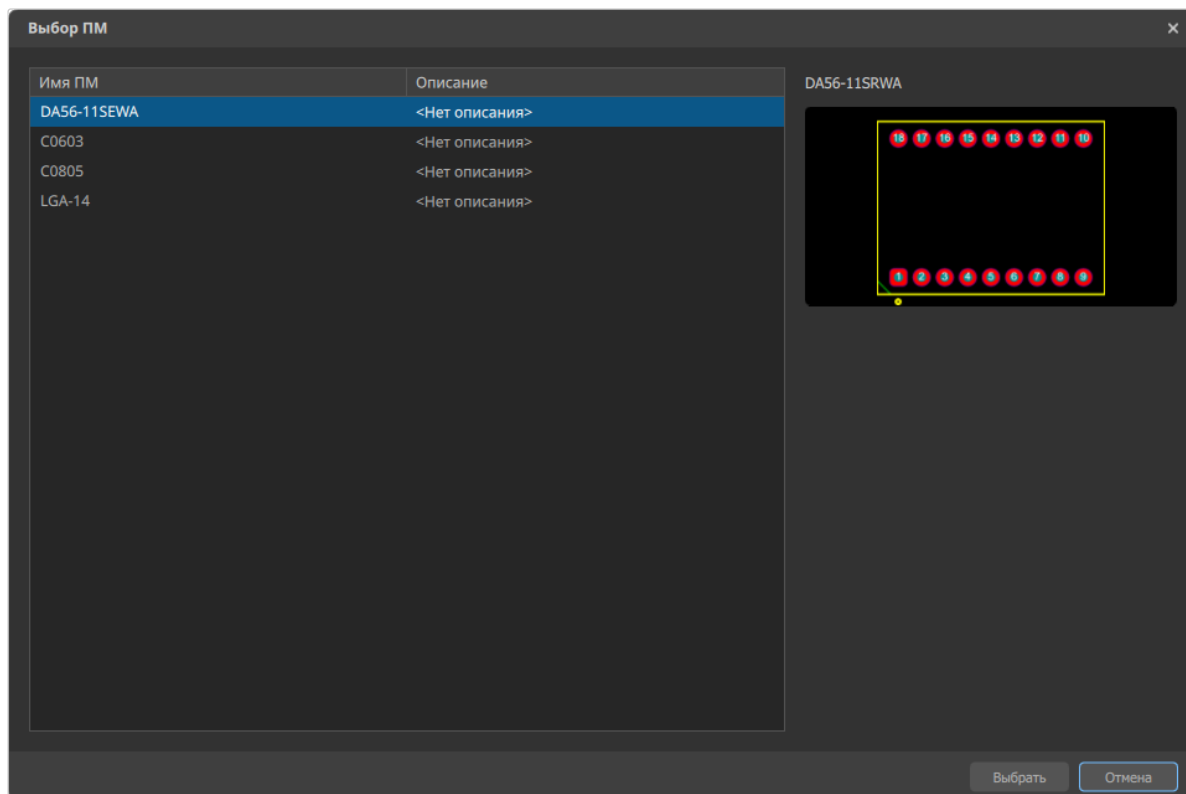

Рисунок 18. Окно «Выбор ПМ»
- «Выбрать» — после нажатия на кнопку откроется окно «Выбор ПМ», где необходимо щелчком левой кнопки выделить требуемое ПМ и нажать на кнопку «Выбрать» в нижней части окна (см. рисунок 18).